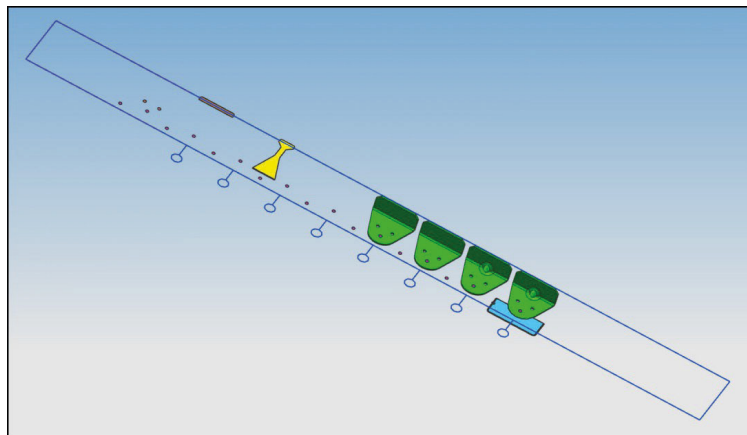

Рис. 6.14. Этап подготовки полосы к симуляции
8. Подготовьте полосу к симуляции. Удалите заготовки со второй, третьей, четвертой позиций. Для этого последовательно указывайте курсором на узлы с деталями на этих позициях *Final-4*, *Final-3*, *Final-2* и выполняйте команду **Заккрыть** контекстного меню. Перетащите отход с позиции 7 (*Station 7*) на позицию 8 (*Station 8*). Установите курсор на узел *Final* на позиции 6 и выполните команду **Копировать**. Переместите курсор на позицию 8 (*Station 8*) и выполните команду **Вставить**. Вновь переместите курсор на узел *Final* на станции 6 и с помощью контекстного меню (**Вниз** – 1) расположите деталь на станции 7. Аналогичным образом уберите деталь с позиции 5 на позицию 6. Выделите курсором мыши станцию 6 и при помощи контекстного меню создайте «пустую» промежуточную позицию (**Вставить станцию ожидания после**). Скопируйте и вставьте на нее деталь с позиции 6 (рис. 6.14).